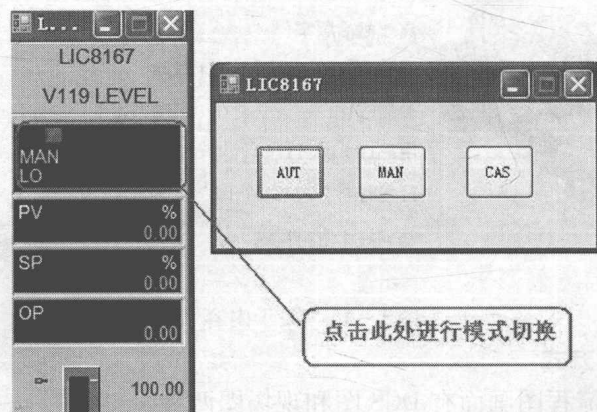

图 1-18 DCS 图
b. DCS 图：在 DCS 图中通过 PID 控制器调整气动阀、电动阀和电磁阀等自动阀门的开关关闭。在 PID 控制器中可以实现自动/AUT、手动/MAN、串级/CAS 三种控制模式的切换(图 1-18)。